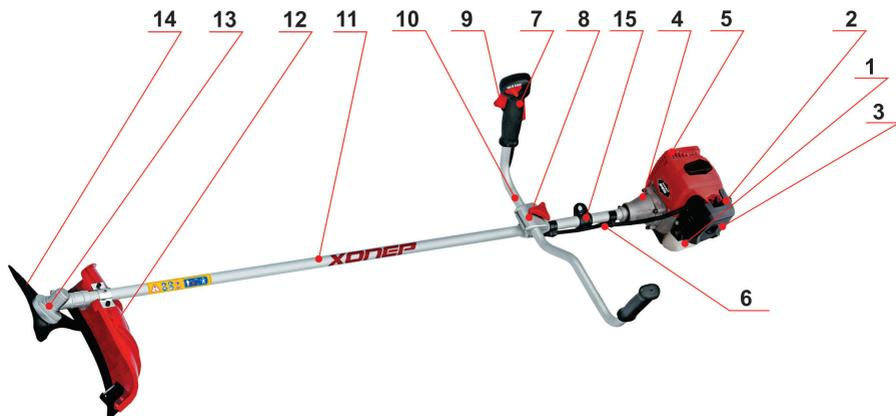

Рис. 2. Расположение основных элементов бензотриммера:
Ремень крепится к штанге с помощью держателя (15) (рис.2). Согласно рис.5 наденьте ремень на шею и пристегните карабин за одно из отверстий в держателе (15) (см. рис. 2).